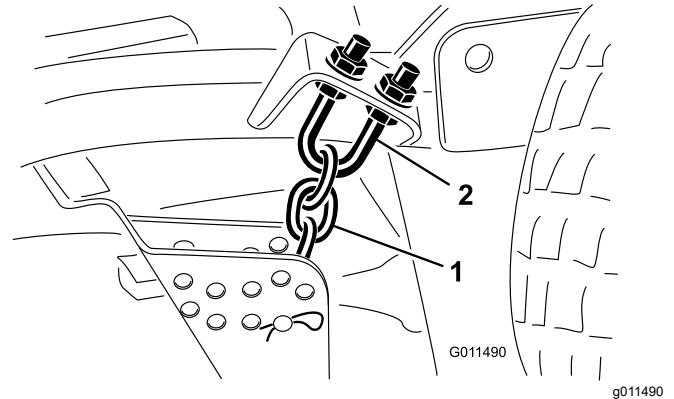

Figura 84
1. Afloje las contratuercas en la parte superior o inferior del perno en U de la cadena de altura de corte (Figura 84).